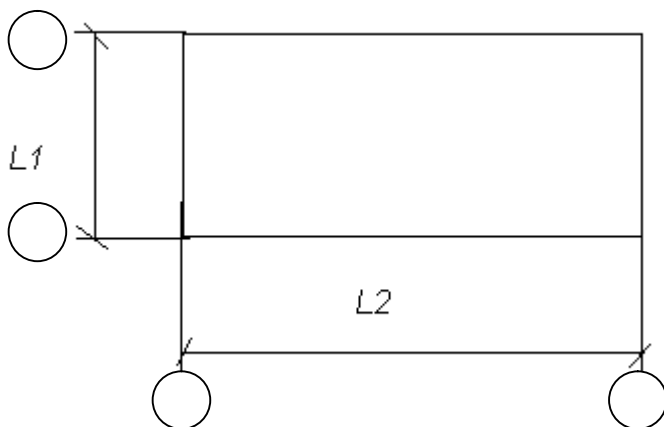

Рисунок 1 - Схема здания
- изобразить схему цеха и произвести расстановку колонн и подкрановых балок в соответствии со схемой рис.1